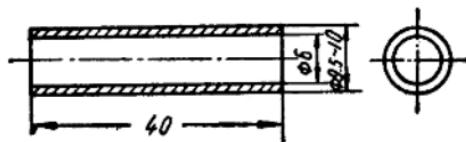

图2 木套管(或胶皮管)
(1) 严格掌握钎尾中心孔的加工规格：钎尾中心孔要保持在正中的位置，如果操作中钢针冲孔不能保证孔位居中的时候，也可以使用车床或用鑽床来车鑽。孔径为8—10毫米，孔深为80—90毫米。
(2) 严格掌握水针的加工质量：加工后的水针应保证成为一条直线，直径符合要求。
(3) 加防磨套管：在钎尾尾部装进一个长40毫米、外径9.5—10毫米、内径6毫米的柳木套管(图2)，它见水后膨胀，外壁紧靠钎尾孔壁，随着钎子旋转，内壁和水针接触。